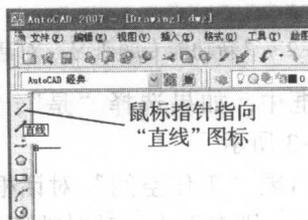

图 1-5 显示工具名称
(3) 将光标移向绘图工具栏和编辑工具栏（窗口左、右两侧），鼠标指向工具栏的顶部，在按下左键时拖动鼠标，观察工具栏的移动情况。
(4) 鼠标指向某一绘图工具，如“直线”工具，观察屏幕显示该工具的名称。如图 1-5 所示，单击某一绘图工具，如“直线”工具，观察命令提示行的变化。